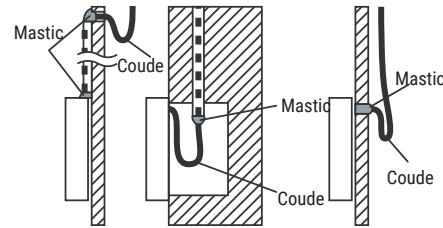

Fig 2-9
- Évitez que de l'eau ne pénètre dans la télécommande filaire, faites un coude de retour et utilisez du mastic pour sceller les connecteurs des fils lors de l'installation. (Fig.2-9)